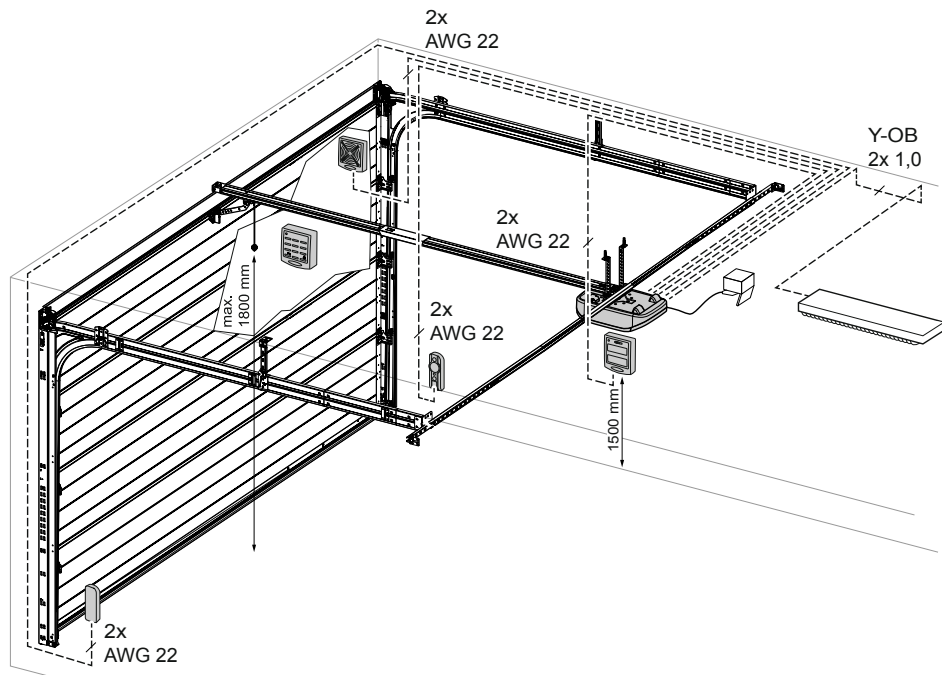

Fig. 3: Installazione esemplificativa accessori
Montare la sospensione centrale (13) sul binario di scorrimento (fig. 3).